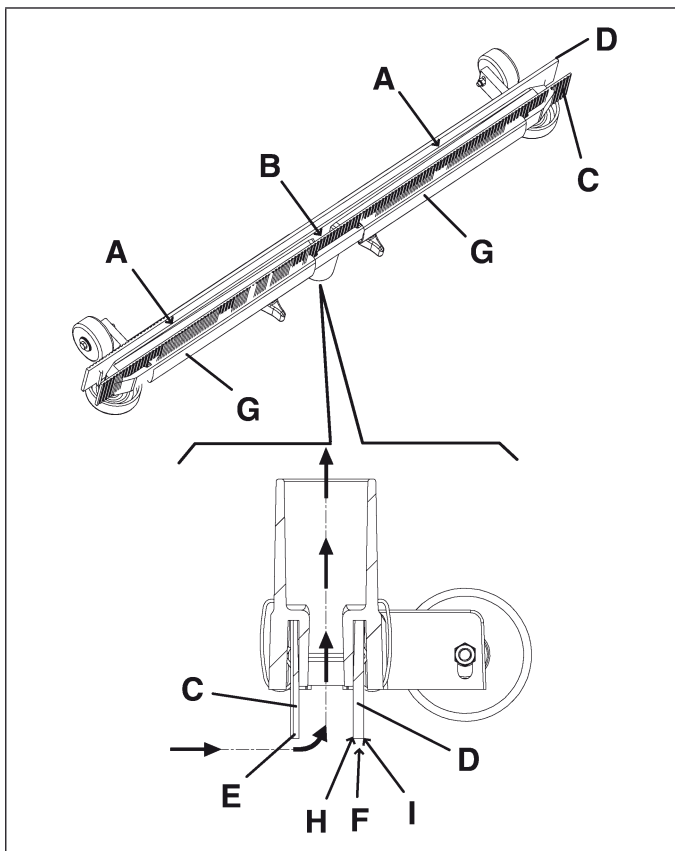

Figure 17
6. Controlar que los cauchos delantero (C, Fig. 17) y trasero (D) estén en buenas condiciones, que no estén cortados o desgarrados; de lo contrario, sustituirlos (véase el procedimiento en el párrafo siguiente).
2. Controlar que el borde (E, Fig. 17) del caucho delantero y el borde (F) del caucho trasero apoyen en el suelo, por toda su longitud; de lo contrario ajustar la altura, como indicado a continuación:
- ajustar el caucho delantero (C, Fig. 17) y el caucho trasero (D) tras haber quitado los resortes de fijación (G);
3. Controlar que los cauchos delantero (C, Fig. 17) y trasero (D) estén en buenas condiciones, que no estén cortados o desgarrados; de lo contrario, sustituirlos como indicado a continuación. Controlar que el borde delantero (H) del caucho trasero no esté desgastado; de lo contrario volcar el caucho mismo, llevando en su posición el otro borde (I) no desgastado. Si el otro borde está desgastado, sustituir el caucho, mediante el procedimiento siguiente:
- sustituir (o volcar) el caucho trasero (D, Fig. 17) tras haber quitado los resortes de fijación (G);